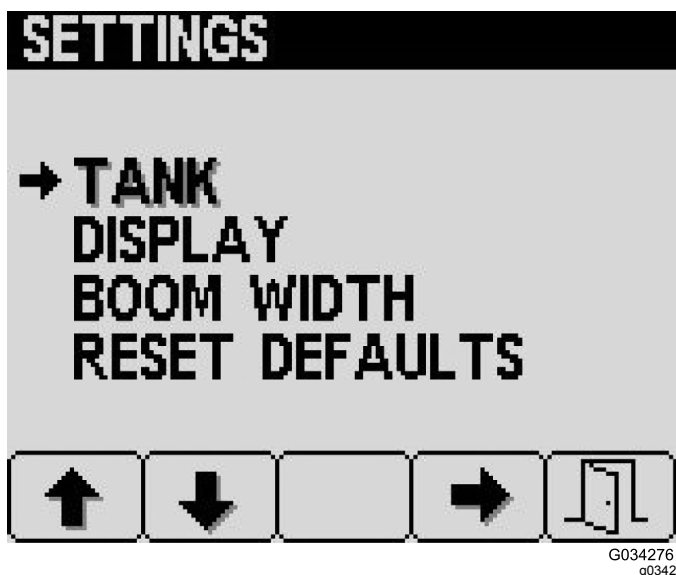

Figura 23
1. En la pantalla de Ajustes, pulse el botón 2 para navegar por la opción de Depósito y luego pulse el botón 4 Depósito (Figura 23).